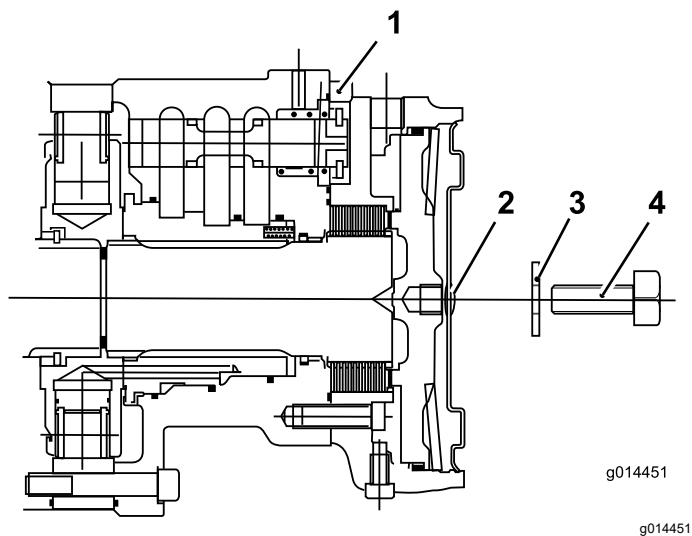

Bild 48
1. Entfernen Sie die Schraube (12 x 40 mm) und Unterlegscheibe (12 mm) aus dem Loch in der Mitte der Motorendplatte (Bild 48).